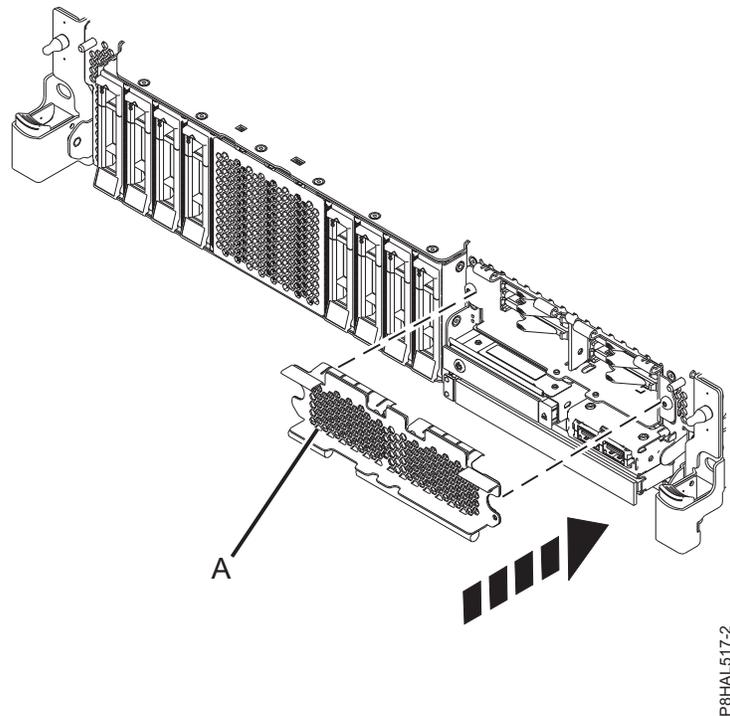

Abbildung 57. SSD-Gehäuse in einem System mit erweiterten Funktionen abdecken
3. Decken Sie das SSD-Gehäuse ggf. mit der perforierten Platte (**A**) ab, wie in Abb. 57 auf Seite 63 dargestellt.